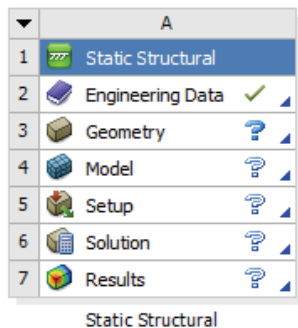

图 7-45 分析项目
2) 双击主界面 Toolbox 中的 Analysis System>Static Structural，即可在项目管理区创建分析项目 A，如图 7-45 所示。